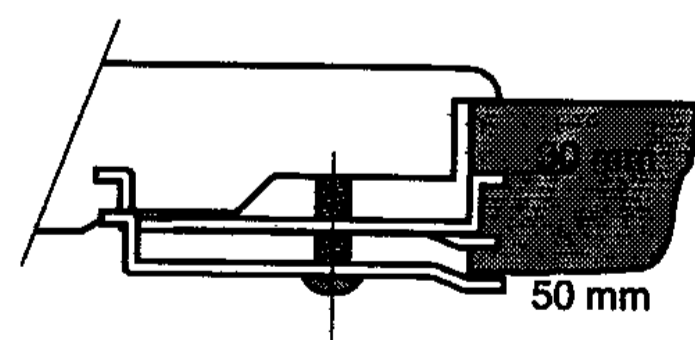

fig. 7
- Zet de bevestigingsbeugels vast (zie fig. 7).